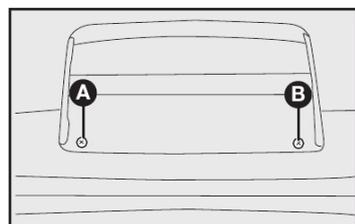

fig. 37
- 1) com a tampa traseira aberta, retirar os parafusos **A-fig. 37** e remover o brake light;